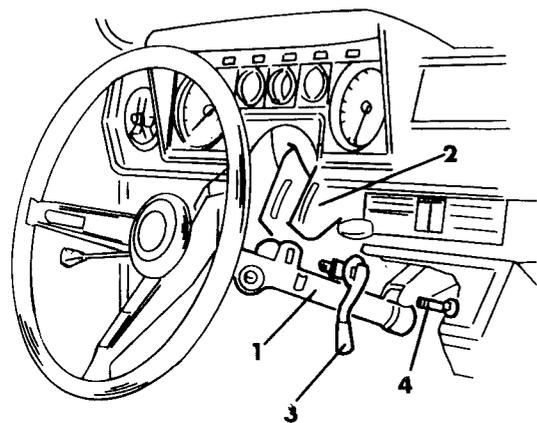

Bild 176
- Den Klemmhebel der Lenkradhöhenverstellung ausbauen. Dazu den Hebel auf einer Seite abschrauben, die selbstsichernde Mutter und Scheibe auf der anderen Seite lösen und den Bolzen herausziehen (siehe Bild 176).
- Die Mutter auf der anderen Seite lösen und den Bolzen herausziehen (siehe Bild 176).